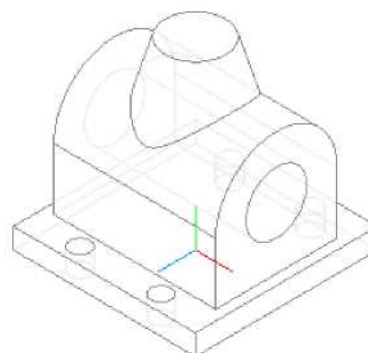

Рис. 7.29
8. Применяем команду  **Вырезать выдавливанием** со следующими параметрами: **Направление выдавливания** - **Прямое**, **Способ построения** - **Через все** (рис. 7.29).